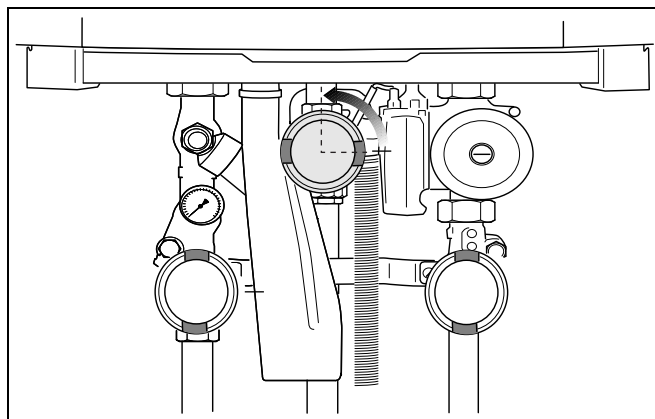

Рис. 72 Открытие крана для подачи газа
- Медленно открыть газ. Для этого нажать кран для подачи газа и повернуть влево на ¼ оборота (рис. 72).
- Медленно открыть газ. Для этого нажать кран для подачи газа и повернуть влево на  $\frac{1}{4}$  оборота (рис. 72).
- Медленно открыть газ. Для этого нажать кран для подачи газа и повернуть влево на ¼ оборота (рис. 72, стр. 53).
- Снова открыть кран подачи газа. Для этого нажать кран для подачи газа и повернуть влево на четверть оборота (рис. 72).